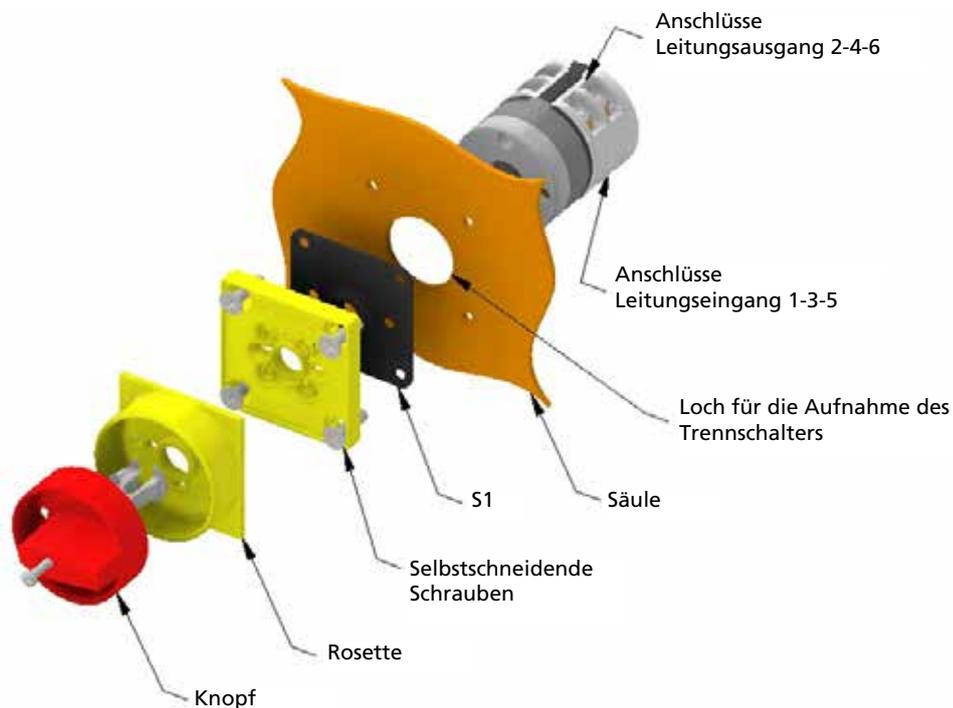

Abb.58
5. Den Trennschalter in das entsprechende Loch in der Säule einsetzen und die entsprechenden elektrischen Kabel anschließen, wobei die Montage mit der Anbringung der Anzeige und des roten Drehknopfes abgeschlossen wird, so wie in Abb. 58 gezeigt.
- ▶ Die Erdungsanlage an den vorgesehenen Hebepunkten mit dem Kranaufbau verbinden (Abb. 58).